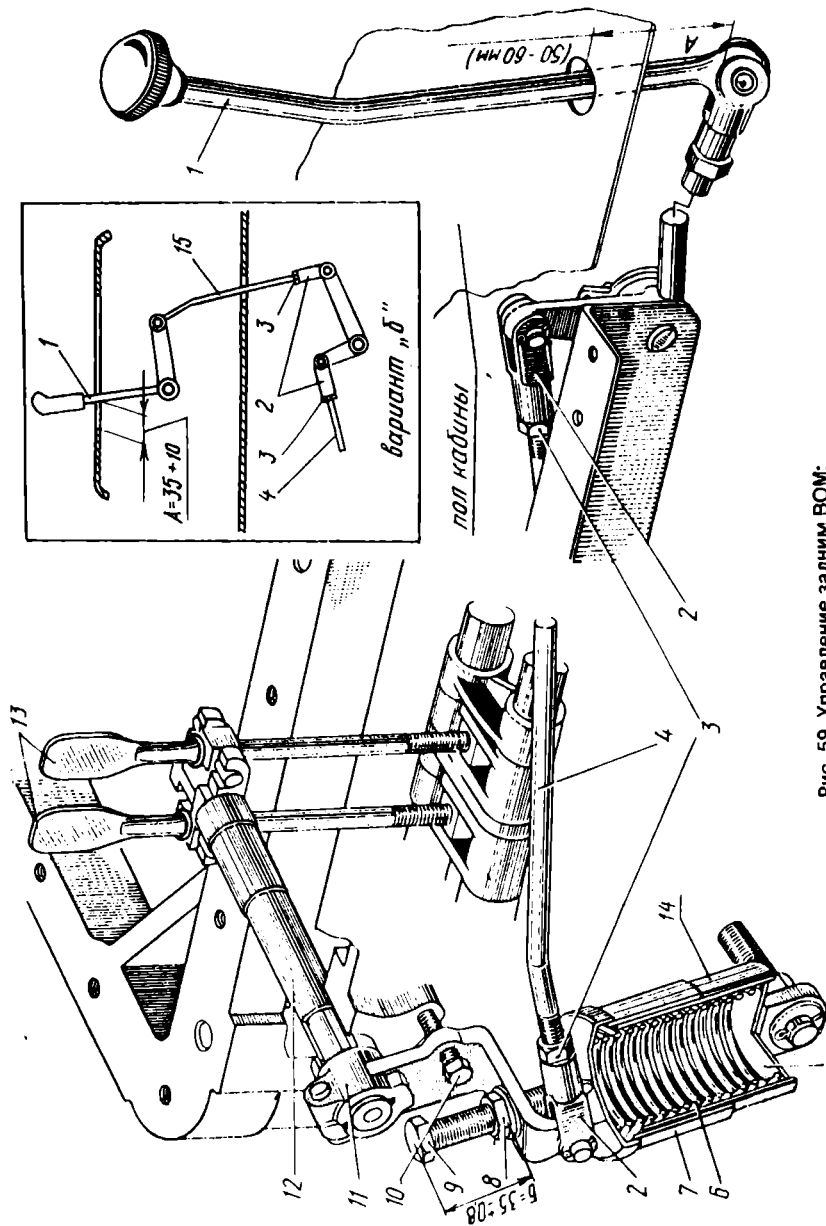

Рис. 59. Управление задним ВОМ:
1. Усилие включения (выключения) на рычаге 1 (рис. 59) должно быть 12-15 кг (при усилнии ниже 12 кг возможно буксование ВОМ, а при усилнии более 15 кг увеличивается ход рычага 1 и уменьшается запас на регулировку; максимально допустимое усилие не должно быть более 20 кг).